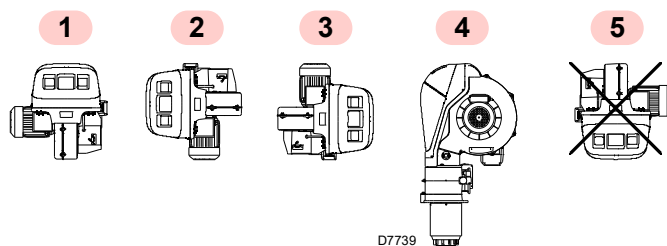

Abb. 13
- Der Brenner kann ausschließlich in den Stellungen 1, 2, 3 und 4 Abb. 13 betrieben werden.